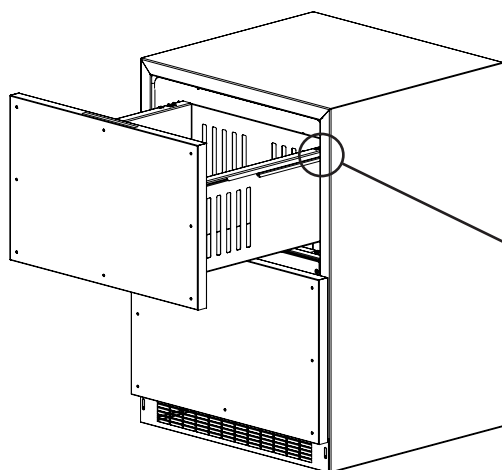
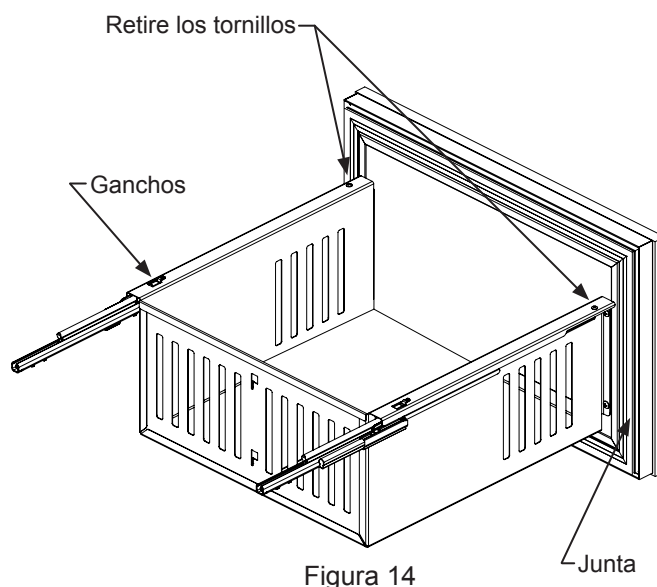
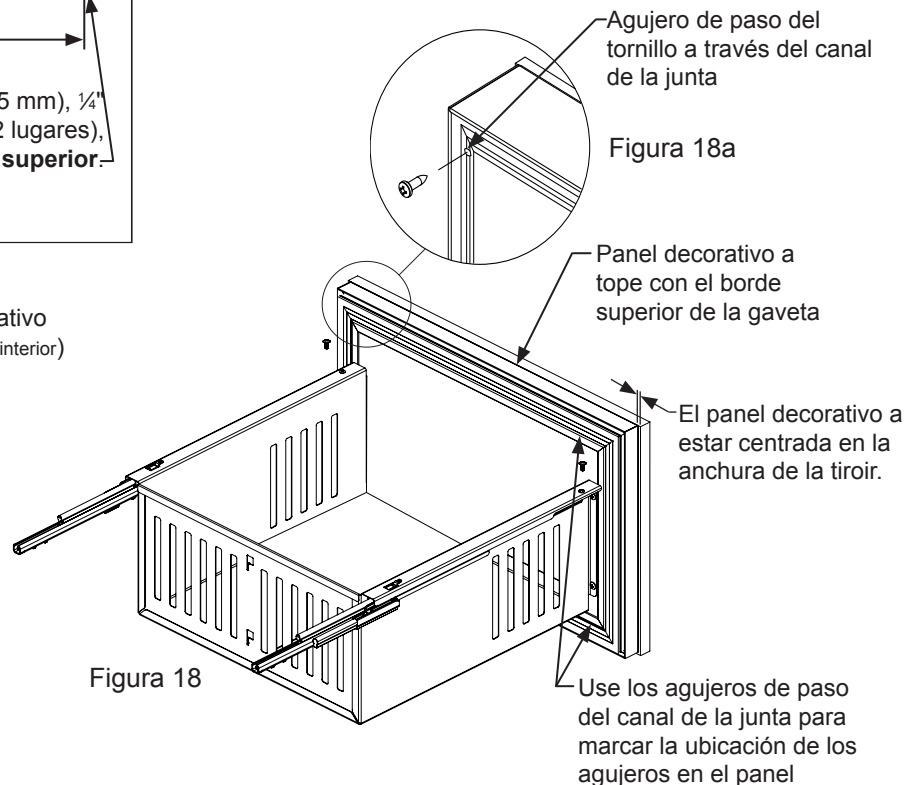

Figura 13
Figura 14
Figura 18
1. Comience desmontando la gaveta superior (vea la Figura 13). Quite los tornillos que sujetan la gaveta a las correderas (vea la Figura 14). Tire de la gaveta hacia delante, levante hacia arriba y hacia afuera para desenganchar los ganchos de la parte trasera de la gaveta. Mueva la gaveta hacia delante aproximadamente 1" (2,5 cm) y apóyela sobre las correderas. En la esquina trasera derecha de la gaveta desconecte el cable de la pantalla (vea la Figura 13). Desmonte la gaveta de la unidad levantándola y retirándola de las correderas. Repita el procedimiento para la gaveta inferior sin tener en cuenta las instrucciones referidas al cable pues no existe en la gaveta inferior.
2. Retire la junta de la parte delantera de la gaveta (vea la Figura 14). Para ello tire de la junta fuera del canal que la sujeta a la parte delantera de la gaveta. Podrá ver los agujeros pasantes para el montaje del panel decorativo (vea la Figura 18).
1. Coloque el panel decorativo en la cara delantera de la gaveta y alinee los bordes (vea la Figura 18 abajo). El panel decorativo cortado a la medida debe estar nivelado a tope con la parte superior de la gaveta y igualmente ambos lados de la gaveta. Sujete el panel en su posición y marque la ubicación de los agujeros de guía. Escoja el tamaño del agujero de guía requerido en la "Tabla B" y perforo los agujeros cuidando de no atravesar el panel decorativo.